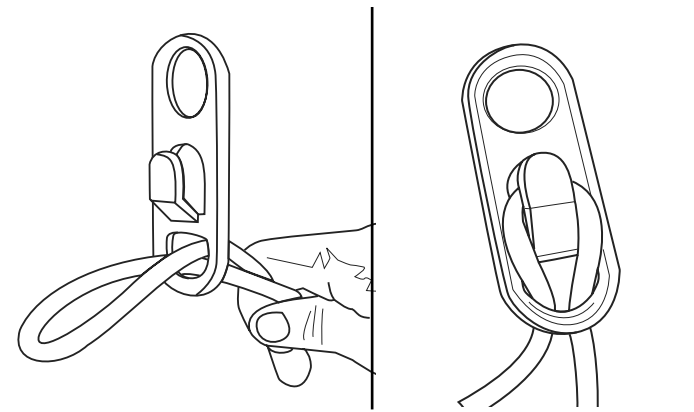

Fig. 2
2. Empuje el lazo a travŽs del agujero en la parte inferior del retŽn (Fig. 2).
3. Deslice el lazo sobre la abrazadera de sujeci—n y tire hacia abajo hasta que el cable ajuste firmemente (Fig. 2).